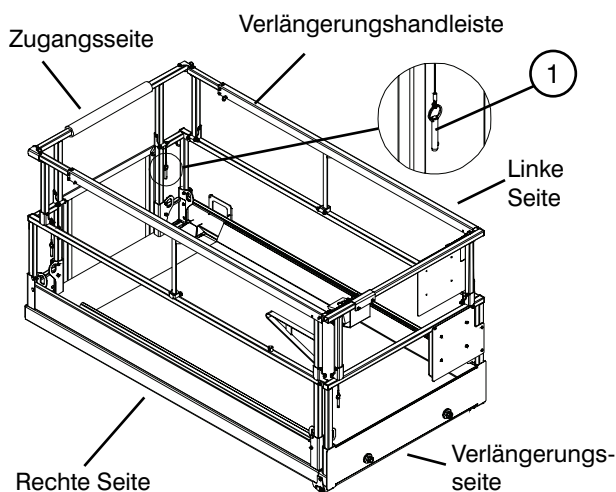

Abbildung 3-11a. Zusammenklappbares Schutzgeländer
7. Die einzelnen Schutzgelenke sorgfältig hochklappen und mit den Verriegelungsbolzen befestigen, darauf achten, dass die Arretierkugel eines jeden Bolzens ganz durchgesteckt ist. (Siehe Abbildung 3-11a).